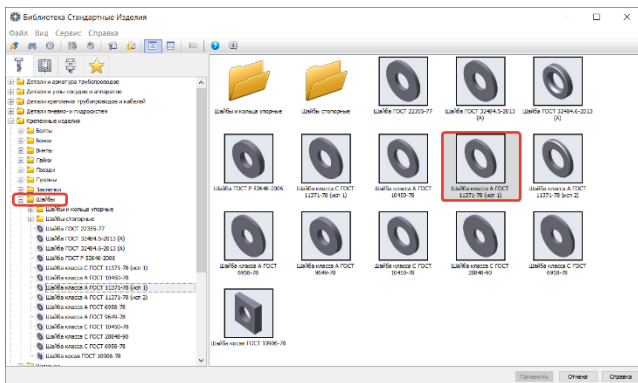

Рисунок 332 – Шайба Класса А
- В области свойств выберем Шайба класса А ГОСТ 11371-78 (исп. 1) (Рисунок 332);